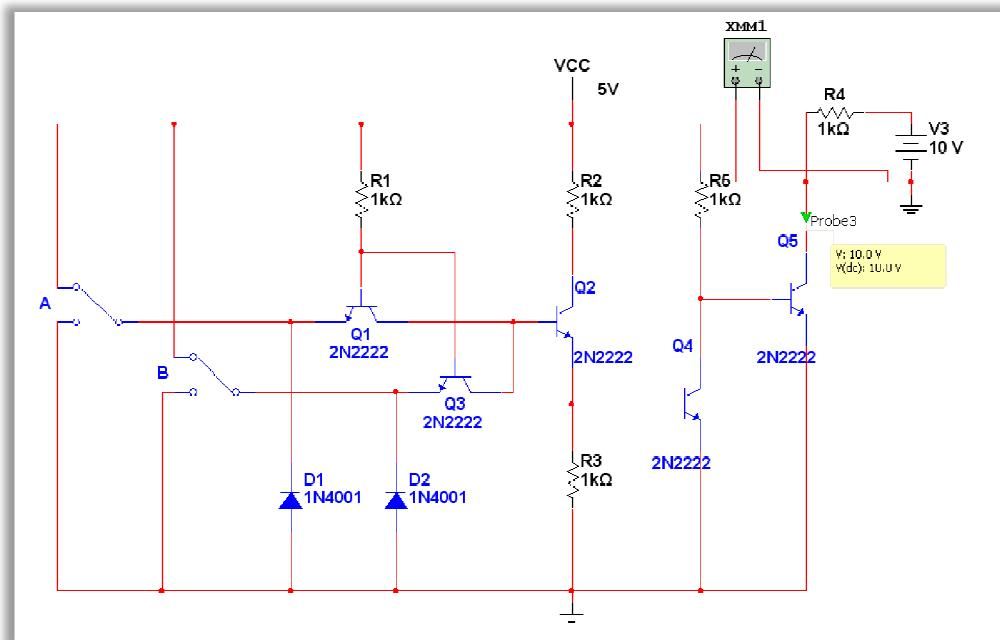
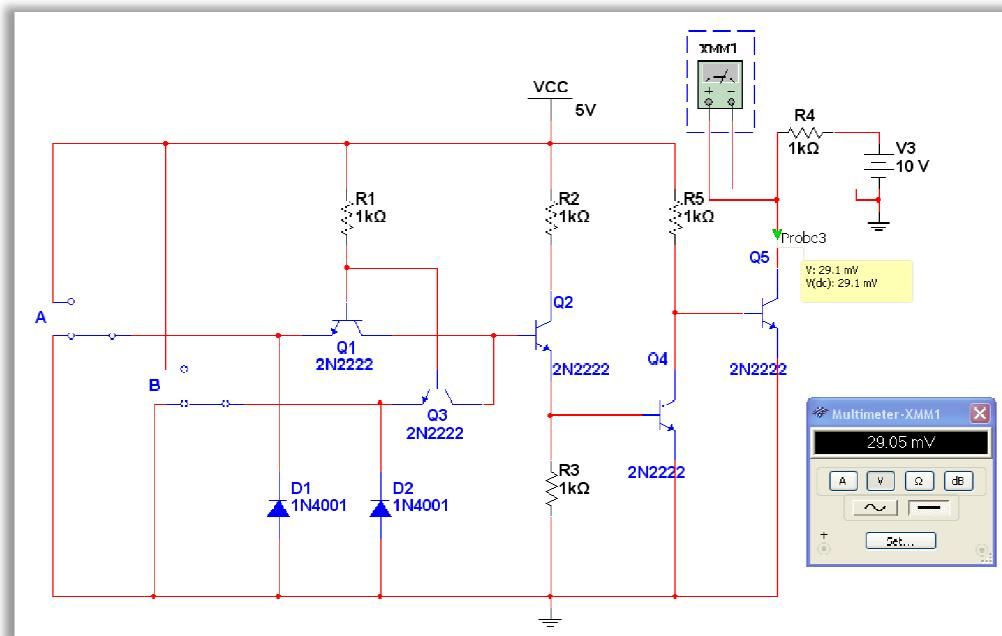

Figura 3.2-9
Figura 3.2-11
2. Conecte el circuito conforme a la Figura 3.2-9
4. En las Figuras 3.2-9, 3.2-10 y 3.2-11 puede observar la simulación que se llevo a cabo de todo este circuito, y donde se utilizo un Multímetro para medir el voltaje a la salida. Vemos que en el primer caso, representado por la Figura 3.2-9, cuando tenemos en ambos switch un 1 lógico, a la salida obtendremos el 1 lógico, y en la Figura 3.2-11 otro ejemplo de respuesta.